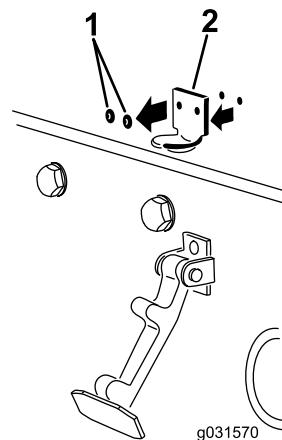

Figura 6
2. Retire os 2 rebites que prendem o suporte do trinco ao capot (Figura 6).